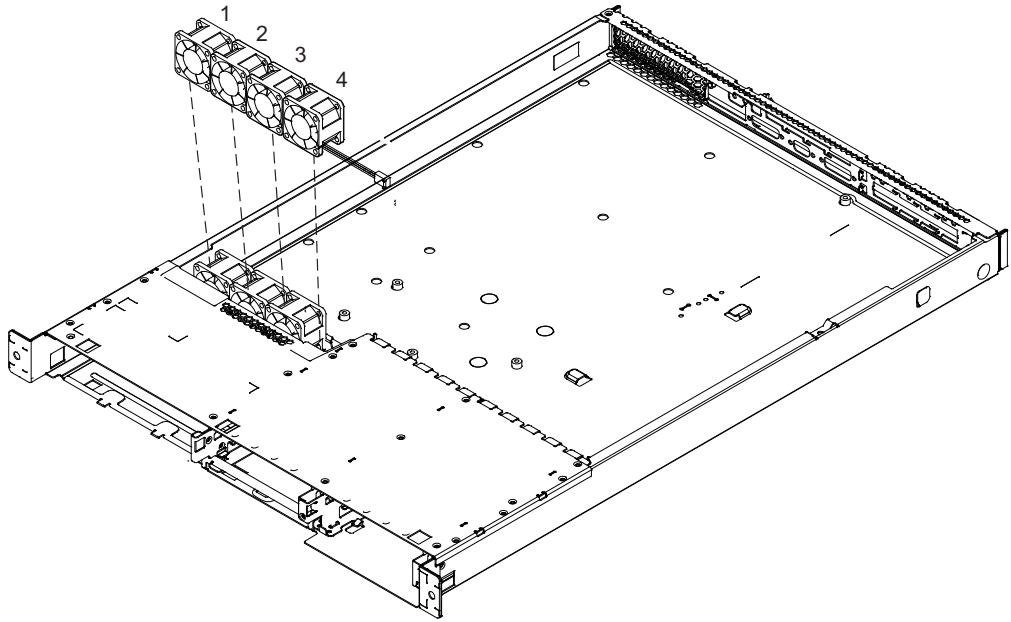

図 166. マイクロプロセッサ・ファンの交換
1. ファンを固定クリップの中に押し下げます。490 ページの図 166 を参照してください。
注: ファンには、左から右に 1 から 4 の番号が付いています。図 166 を参照してください。